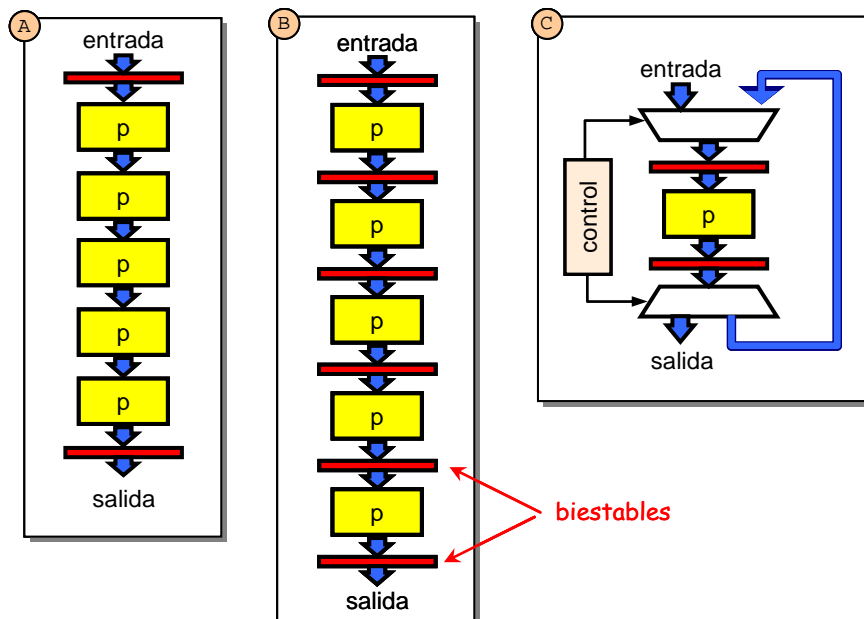

Figura 8.14: Tres opciones de diseño. A: combinacional. B: Segmentado. C: Secuencial
Cuando tenemos que realizar varios procesamientos similares en cadena podemos optar por realizar un diseño secuencial. Con esta alternativa se ahorra área con el coste de tardar varios ciclos de reloj en realizar el procesamiento. En la figura 8.14 se muestra de manera esquemática en qué consiste esta técnica. En esta figura se comparan el diseño combinacional, que es el diseño sin considerar ninguna técnica, con la segmentación y el diseño secuencial. En la figura podemos ver que el mismo procesamiento *P* se repite en varias etapas. Con el diseño segmentado se introducen elementos de memoria entre cada procesamiento, mientras que con el diseño secuencial, se utiliza un sólo módulo de procesamiento *P* que se utiliza de manera iterativa para el procesamiento. Dicho de manera coloquial, el diseño segmentado sería un diseño secuencial desenrollado. Obviamente, el diseño secuencial ahorra módulos de procesamiento pero requiere de un módulo de control de cierta complejidad.
Si observas el módulo combinacional (A) de la figura 8.14 podrás ver que la estructura es similar al multiplicador combinacional de la figura 8.7, siendo el módulo de procesamiento el mostrado en la figura 8.9. En los siguientes apartados se analizarán cada una de estas estrategias con el ejemplo del multiplicador, así aprenderemos a utilizarlas de manera práctica, viendo las ventajas e inconvenientes de cada una.